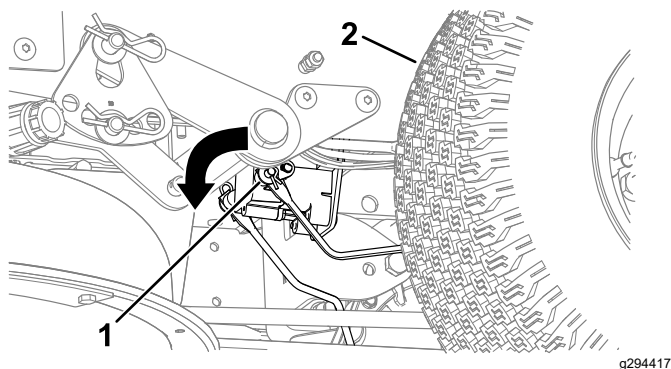

Figura 53
3. Localize o veio no travão elétrico onde os braços de articulação do travão estão ligados (Figura 53).
4. Rode o veio para a frente para desengatar o travão (Figura 53).